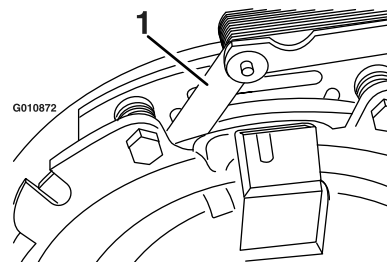
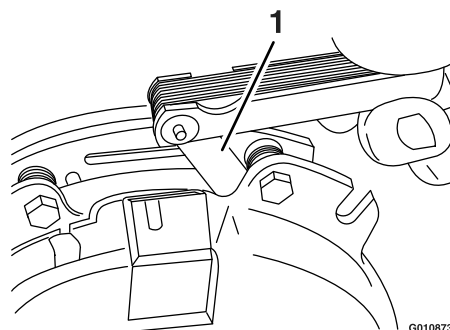

Figura 82
Figura 83
- E. Usando una galga de 0.25 mm (0.01"), compruebe la presencia de un espacio entre el rotor y la cara de la armadura en ambos lados del polo del freno, según se indica en Figura 82 y Figura 83.